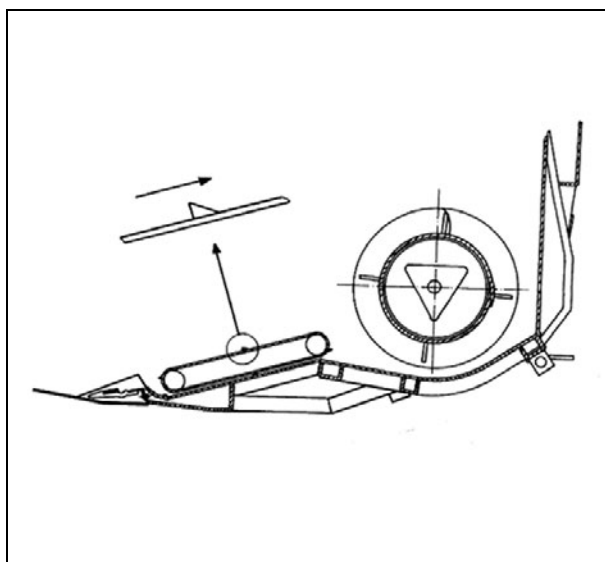

Рисунок 66
- Ремни должны быть установлены так, чтобы их движение происходило в направлении, указанном стрелкой. Если стрелка не видна, посмотрите на направляющие ролики ремня. Торцев с наибольшей конусностью направлен в сторону вращения. (Рис. 66).